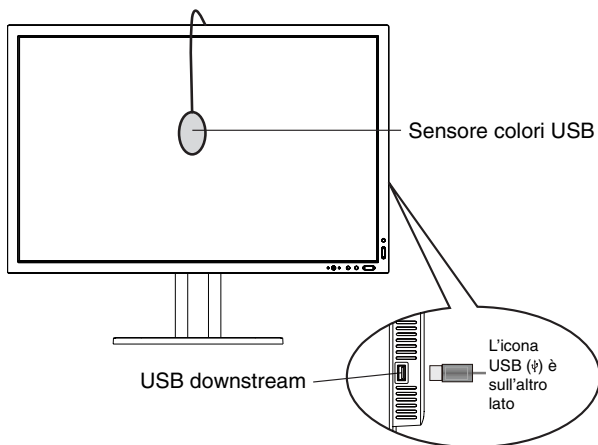

Figura S.1
3. Collegare il sensore colori USB alla porta downstream USB sul lato (o nella parte inferiore con l'orientamento verticale) (**Figura S.1**).
6. La procedura richiederà che il sensore colori USB venga posizionato al centro del display (**Figura S.3**). Inclinare il display di circa 5° all'indietro e posizionare il sensore colori USB al centro del display (**Figura S.1**).